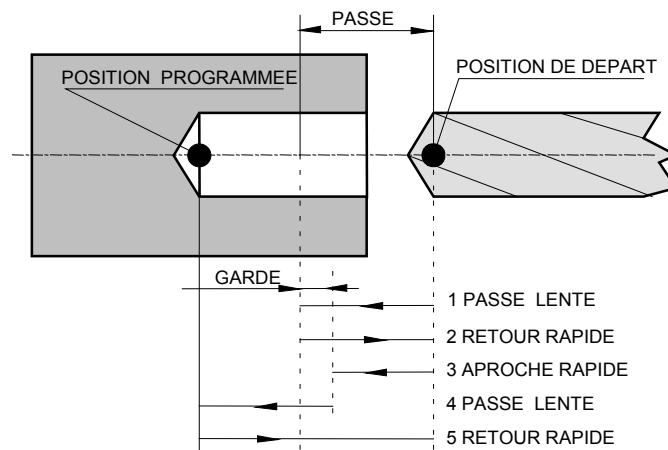

Figure 5-8 : Perçage avec déburrage
- 0 = recul rapide de l'outil jusqu'à l'extérieur (voir Figure 5-8). Dans ce cas, l'outil retourne en vitesse rapide jusqu'à la position de départ, avance ensuite à vitesse rapide jusqu'à l'ancienne position usinée **soustraite** d'une valeur appelée Garde. Il effectue alors une avance lente de la valeur de la garde, puis la passe proprement dite. La garde est configurée par l'instruction INIT 6 (voir paragraphe 5.4) et vaut par défaut 0,1 mm.